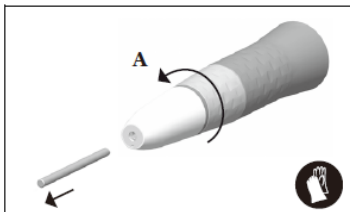
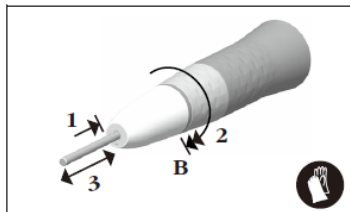

图2
图3
转动套筒，取出车针，如图2。完全插入车针，如图3步骤1。通过完全旋转套筒来锁定车针更换装置，在克服最初的机械阻力后可以完全拧紧，如图3步骤2。
A：未锁定，如图2 B：锁定，如图3
△每次插入车针时，通过推拉车针来检查锁紧套筒是否完全锁紧，如图3步骤3。
- 断开器械与驱动马达之间的连接，转动套筒，抽出车针，让套筒处于松开状态，如图2。